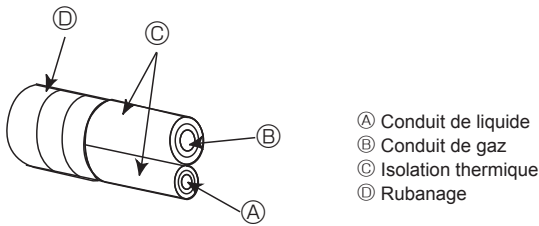
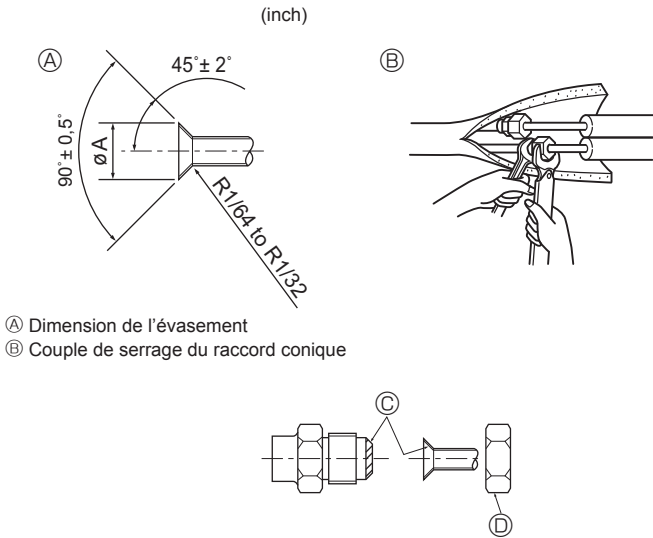

Fig. 4-4
Fig. 4-5
### 4.3. Connexion des tuyaux (Fig. 4-4, Fig. 4-5)
- S'il est trop serré, il risque de se rompre et de provoquer une fuite de réfrigérant. [Fig. 4-5]
- Appliquer un fil mince d'huile réfrigérante sur la surface du tuyau et du support du joint avant de serrer l'écrou évasé. (A)
- Utiliser deux clés pour serrer les connexions des tuyaux. (B)
- Appliquer de l'huile réfrigérante sur toute la surface évasée du fond. (C)
- Utiliser les écrous évasés correspondant aux tailles de tuyaux suivantes. (D)
(A) (Fig. 4-5)